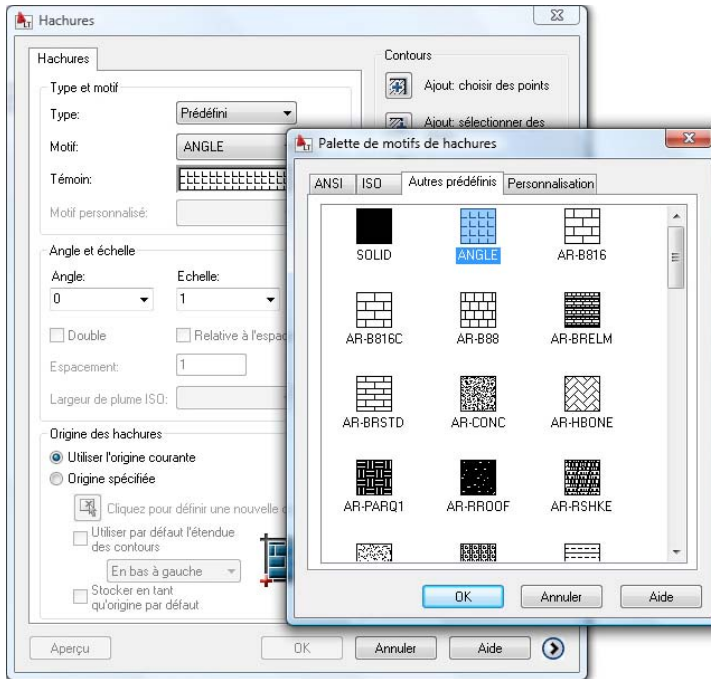
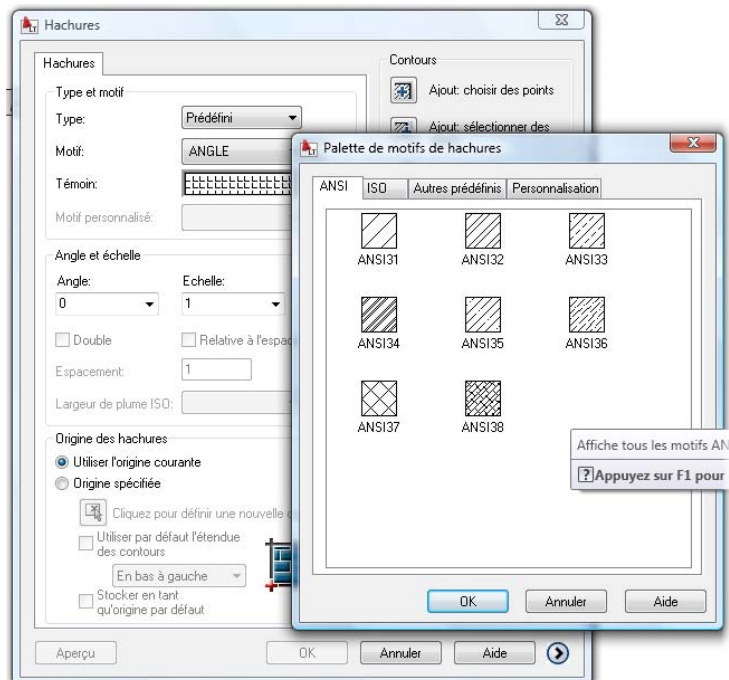

Figure 5.25
Figure 5.26
2. Cliquez sur l'onglet Motif et choisissez ensuite le motif de hachure, soit prédéfini (voir Figure 5.25), soit parmi les motifs ANSI (voir Figure 5.26).